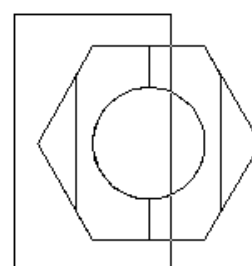

Рис.5.16
- задать мышью границы нового вида (чуть больше половины модели) – рис. 5.16;